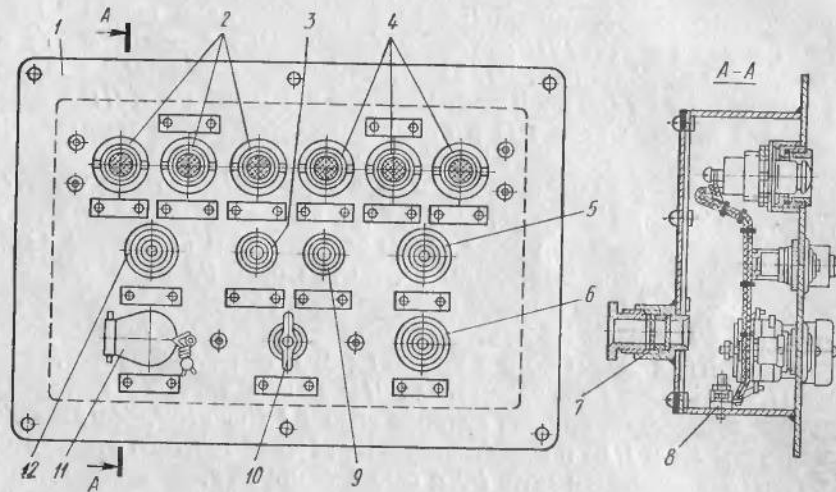

Рис. 70. Пульт дистанционного управления:
Пульт дистанционного управления (ПДУ) выполнен в брызгопроницаемом корпусе 1 (рис. 70), на передней панели которого смонтированы сигнальные лампочки предупредительной сигнализации, аварийной остановки, нормальной работы и включения сигнализации, а также кнопки пуска, остановки, выключения ревуна, принудительной нагрузки и выключатель 10 автоматики. В задней стенке корпуса имеются сальниковые вводы 7 для кабеля.
1. Для обеспечения надежного пуска и быстрого принятия нагрузки предусмотрено автоматическое поддержание температуры охлаждающей жидкости и масла в пределах $40 \pm 5^\circ \text{C}$. Система автоматики предусматривает в аварийных случаях эксплуатации возможность включения нагрузки при непрогретом дизеле (температура масла ниже 35°C), что осуществляется нажатием кнопки 11 (см. рис. 70). Пуск, увеличение частоты вращения коленчатого вала до номинальной и прием нагрузки при непрогретом дизеле повышает износ деталей и снижает ресурс агрегата, поэтому пускать непрогретый дизель, увеличивать частоту вращения до номинальной и включать нагрузку не рекомендуется. Кнопка 11 закрыта крышкой и опломбирована. При нарушении пломбы изготовитель дизель-генератора снижает гарантии по его работе. О каждом случае приема нагрузки непрогретым дизелем необходимо сделать отметку в формуляре и опломбировать кнопку.